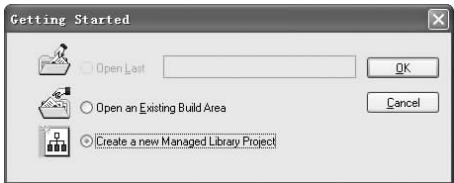

图 2-42 “Getting Started”对话框
- 3. 单击 按钮，在弹出的“Getting Started”对话框中选择“Create a new Managed Library Project”选项，如图 2-42 所示。